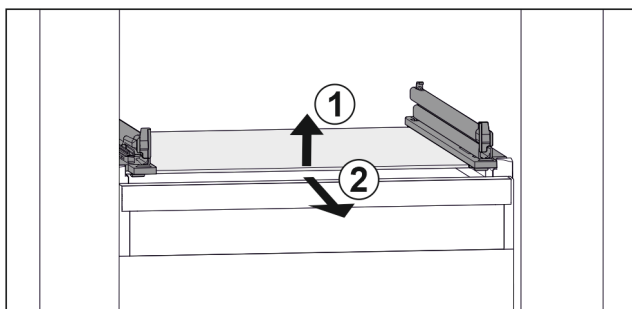

Fig. 114 Rappresentazione esemplificativa del ripiano in vetro
- ▶ Sollevare il ripiano in vetro dal davanti. Fig. 114 (1)
- ▶ Rimuovere il ripiano in vetro tirando in avanti. Fig. 114 (2)